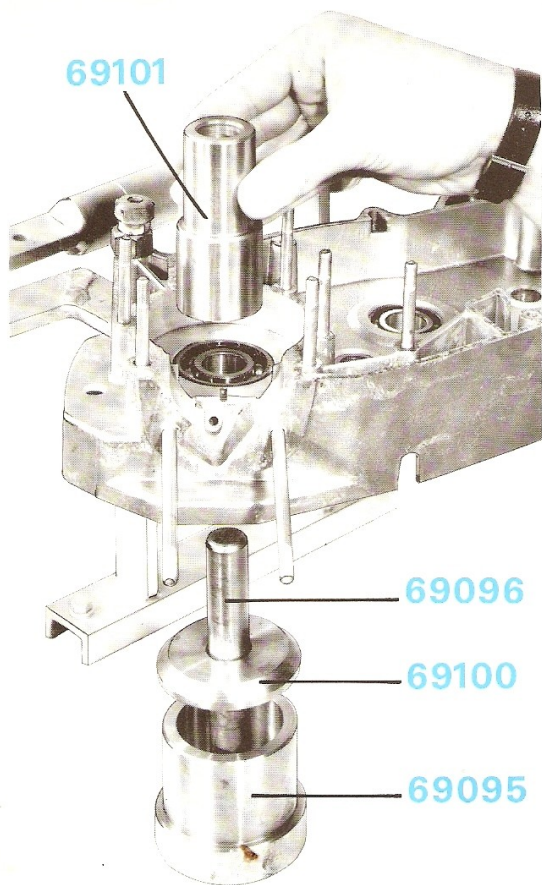

Figure 49
- Placer sur cet ensemble le carter préalablement chauffé (80 à 100°), la chambre des volants tournée vers le haut (figure 49).